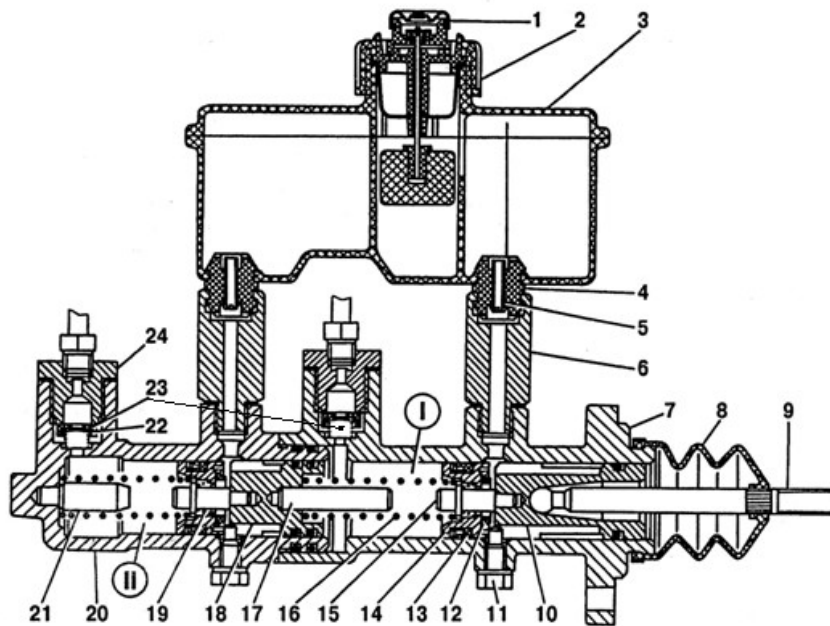

Рис.6.16 Главный тормозной цилиндр
Бачок главного тормозного цилиндра имеет датчик, сигнализирующий о падении уровня тормозной жидкости (сигнал выводится на контрольную лампу комбинации приборов), а в главном тормозном цилиндре (рис. 6.16) сделаны две независимые полости с двумя поршнями. Два независимых контура выполнены для безопасности: в случае повреждения одного из них (утечка жидкости или повреждения трубопровода), второй остаётся в действии.
**ВНИМАНИЕ!** При замене главного тормозного цилиндра, для обеспечения его совместной работы с дисковыми тормозами, необходимо удалить из него клапана избыточного давления (см. поз. 23 рис. 6.16).